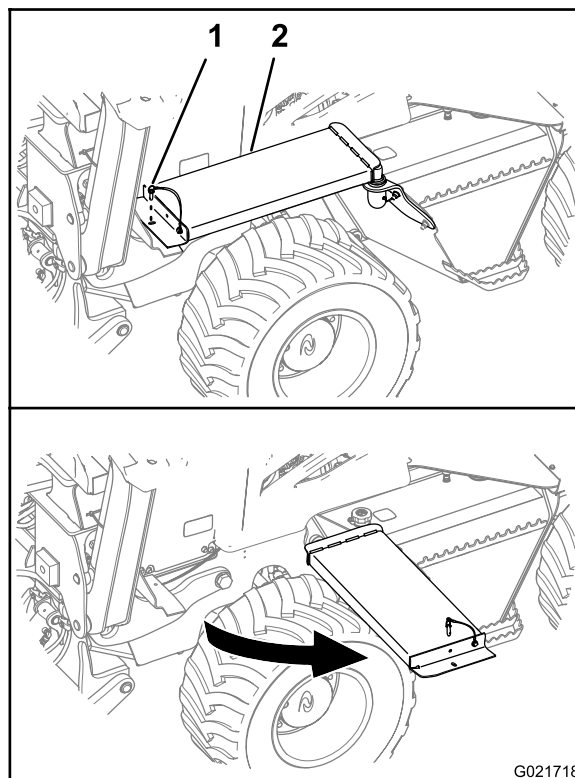

Рисунок 34
- A. С левой стороны машины снимите стопорный штифт с переднего конца пешеходных мостков (Рисунок 34).
- В. Отведите пешеходные мостки в сторону от машины, как показано на Рисунок 34.
- Поверните передний конец пешеходных мостков в его исходное положение (Рисунок 34).
- Совместите отверстие в пешеходных мостках с отверстием в опорном кронштейне мостков (Рисунок 34).